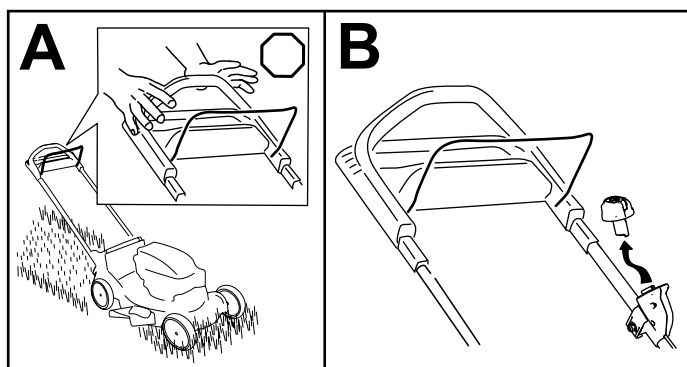

Figura 16
1. Suelte la barra de control de la cuchilla (Figura 16, A).
2. Retire el botón de arranque eléctrico del arrancador eléctrico (Figura 16, B).